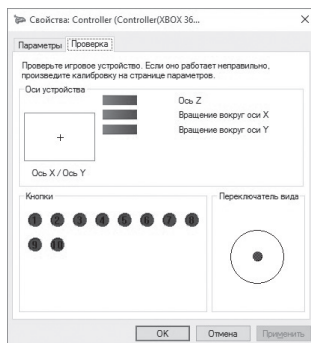

Fig. 8
- To check and configure in XInput mode, select «Properties» in the «Game devices» window, the «Properties: Controller (XBOX 36 ...» window will pop-up (Fig.8). In the «Verification» tab you can check the execution commands when you press the buttons and rotate the rudder. To calibrate the rudder, select the «Settings» tab, click «Calibrate» and follow the instructions.